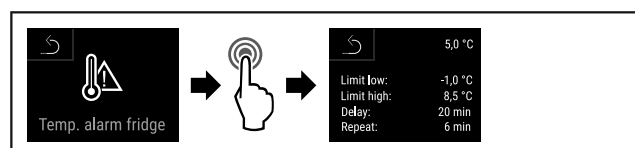

Fig. 145
- ▶ Efectuați pașii de acțiune (vezi Fig. 145).